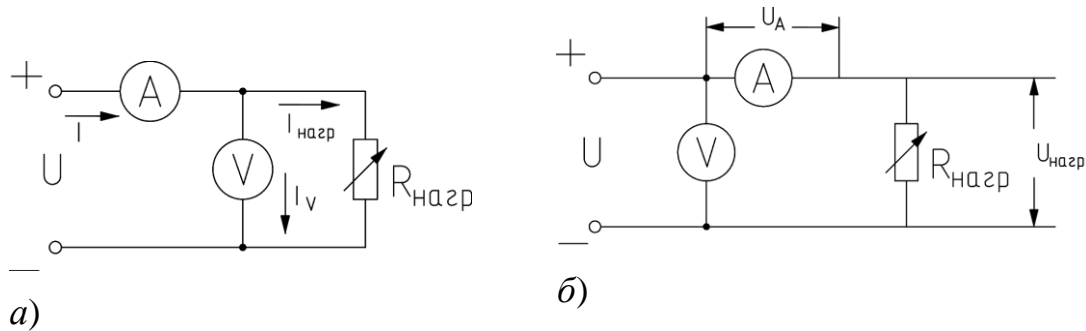

Рисунок 1. Косвенное измерение мощности вольтметром и амперметром
При косвенных измерениях электрической мощности возможны две схемы включения приборов (рисунок 1) [3]. В обоих случаях на результатах измерений сказывается методическая погрешность, обусловленная влиянием внутреннего сопротивления вольтметра и/или амперметра. В схеме,
При выполнении косвенных измерений мощности в соответствии с описанной выше процедурой абсолютная методическая погрешность измерений в случае, изображенном на рисунке 1а, вычисляется по формуле (1), а во втором случае (рисунок 1б) – по формуле (2).